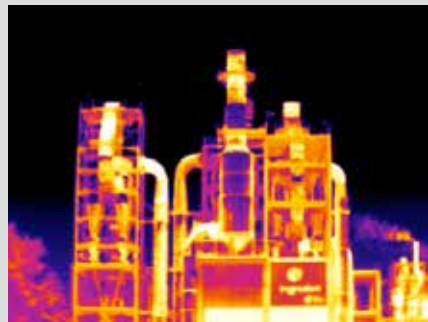

图 3.
**冶炼厂或类似制造商的高烟囱** 增加了采集信息的难度而且存在潜在的不安全因素, 但是通过这些热像仪和长焦镜头, 您可以在较远的距离安全捕获这些数据, 如图 3 所示。